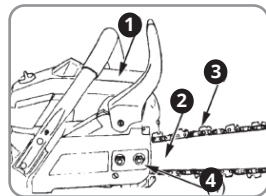

Fig. 1
- Nunca toque la cubierta, la barra guía, la cadena de la sierra ni la tuerca con las manos desnudas mientras el motor esté en funcionamiento o inmediatamente después de apagarlo (fig. 1). Hacerlo podría provocar quemaduras graves debido a la alta temperatura.